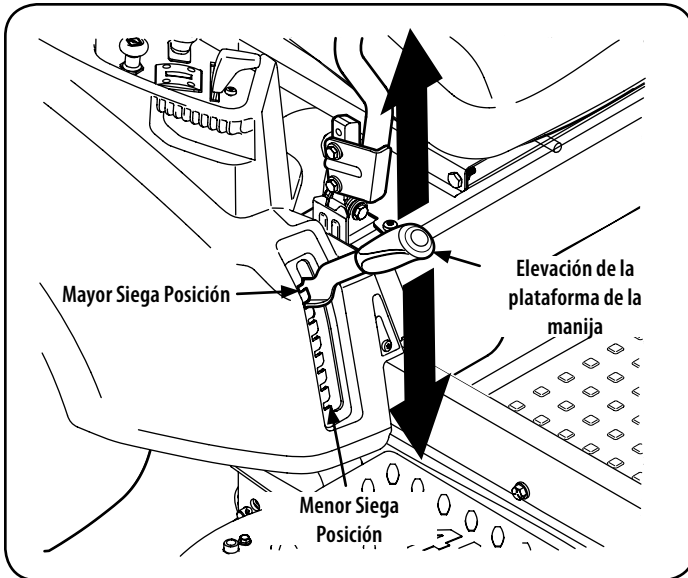

Figura 15
- a. Usando la manija de elevación de la plataforma, levante la plataforma a la posición que le ofrece mayor recorrido horizontal de la correa entre las poleas locas de la plataforma y la polea toma de fuerza en la parte inferior del motor. Ver Figura 15.
5. Baje la plataforma hasta la posición más baja usando la manija de elevación de la cubierta. Ver Figura 15.
1. Coloque la manija de elevación de la plataforma en la posición más alta corte Ver Figura 15 .